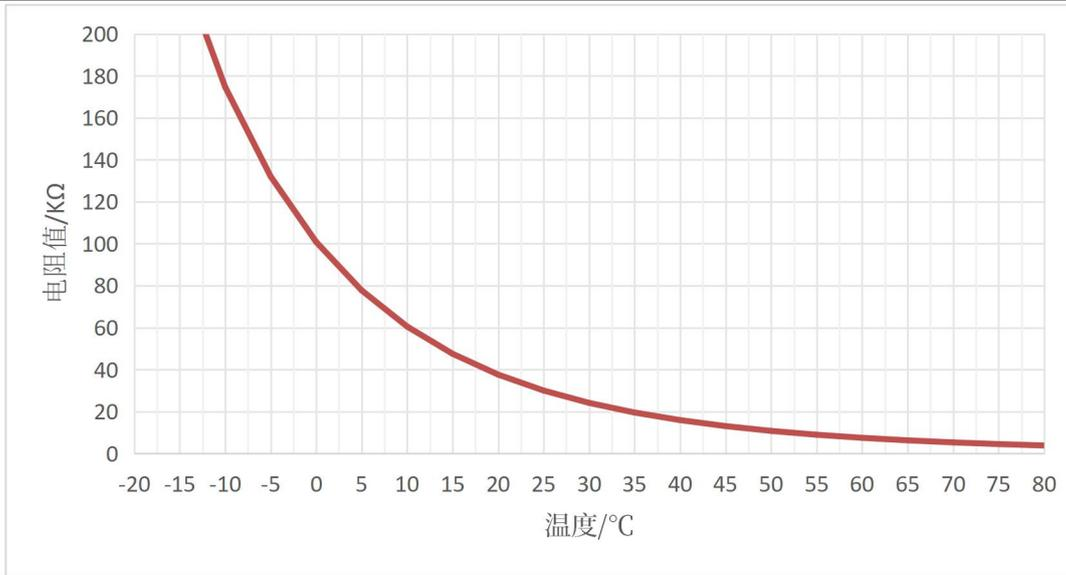

图 3-6 热敏电阻温度值计算曲线图
- 3) 电阻对温度的变化，温度特征 R_x，计算曲线如下图 3-6 所示。